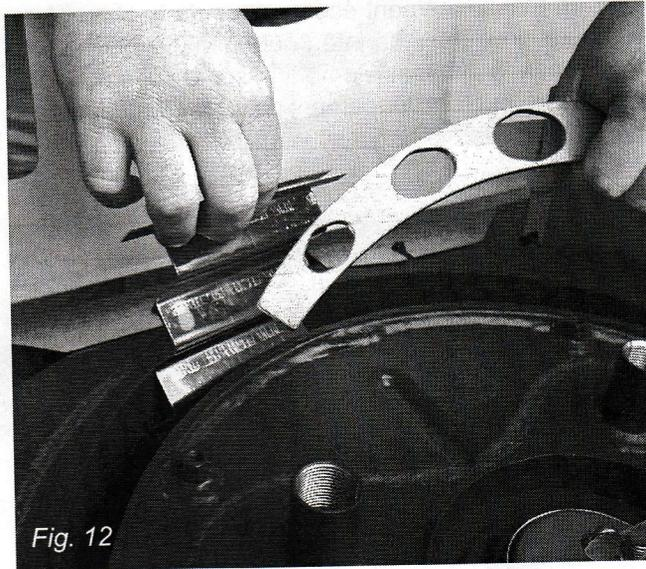

Fig. 12
- déposer le déflecteur (sur les 2 modèles) et les chicanes (SA25) (Fig. 12),